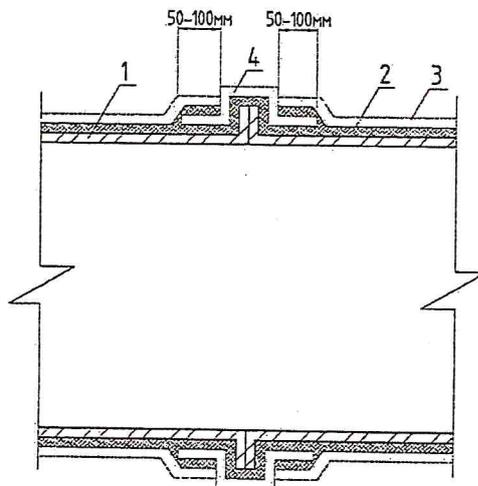

Рис. 3. Огнезащита фланцевого соединения воздуховода системой PRO-МБОР.
4.8. Обязательно выполняется оклейка фланцевого соединения полосой материала PRO-МБОР, которая заводится под огнезащиту основной поверхности воздуховода с нанесением клея Kleber между ними (рис. 3), после чего монтажный стык оклеивается алюминиевым скотчем BOS. Ширина полосы для оклейки фланцевого соединения определяется по формуле: